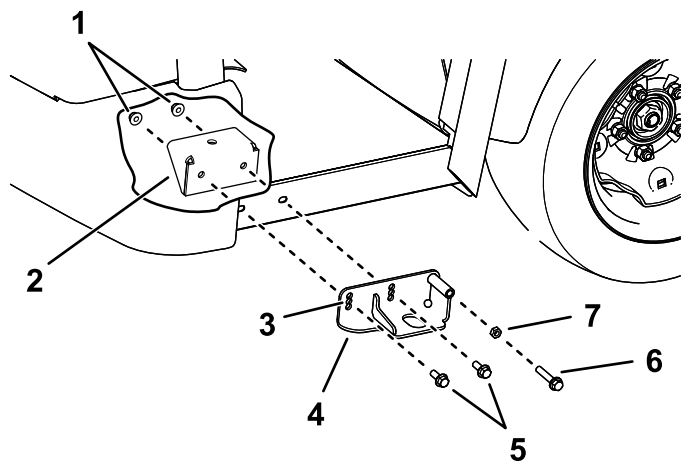

Figura 26
3. Instale el conjunto de bastidor izquierdo y el conjunto de bastidor derecho en los soportes de montaje de cabina delanteros con 2 pernos de cabeza hexagonal y arandela prensada ($\frac{3}{8}$ " x 1") y 2 tuercas con arandela prensada ($\frac{3}{8}$ ") a cada lado (Figura 26).
4. Instale el perno de ajuste ($\frac{3}{8}$ " x 2") y la tuerca hexagonal ($\frac{3}{8}$ ") en el conjunto de bastidor izquierdo y en el conjunto de bastidor derecho a cada lado de la máquina (Figura 26).
Utilice el perno de ajuste (Figura 26) para centrar la cabina.